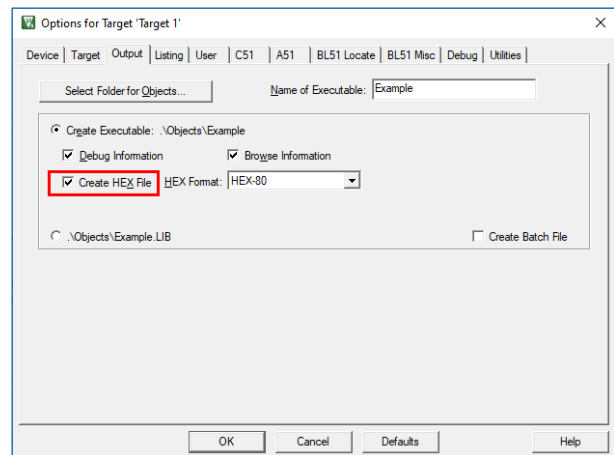

Рисунок 7. Настройка проекта для создания файла с расширением hex
4. В настройках проекта во вкладке «Output» установить галочку «Create HEX File» для создания файла с расширением hex. Нажать «ОК» (Рисунок 7).